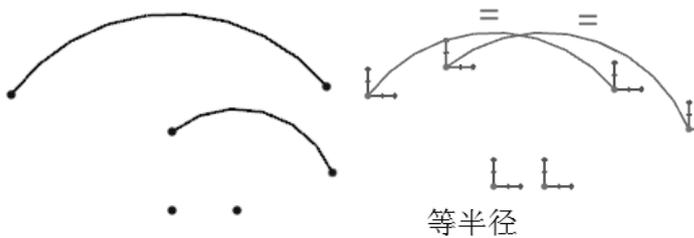

图 2-42 等半径约束
(12) 等半径 ：约束两个或多个圆弧，使之具有等半径，如图 2-42 所示。